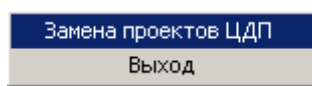

Рисунок 6.2
6.1.2 Нажать на ПКн. В результате появится дополнительное меню (рисунок 6.2) и активировать опцию «Замена проектов ЦДП».